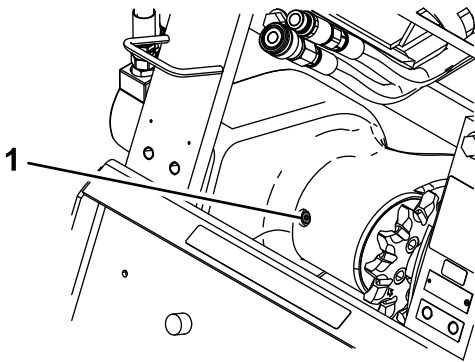

Figura 14
4. Limpie la zona alrededor del tapón del orificio de llenado de la caja de engranajes (Figura 14).
5. Retire el tapón del orificio de llenado (Figura 14).
3. Limpie la zona alrededor del tapón del orificio de llenado de la caja de engranajes (Figura 14).
4. Retire el tapón del orificio de llenado (Figura 14).